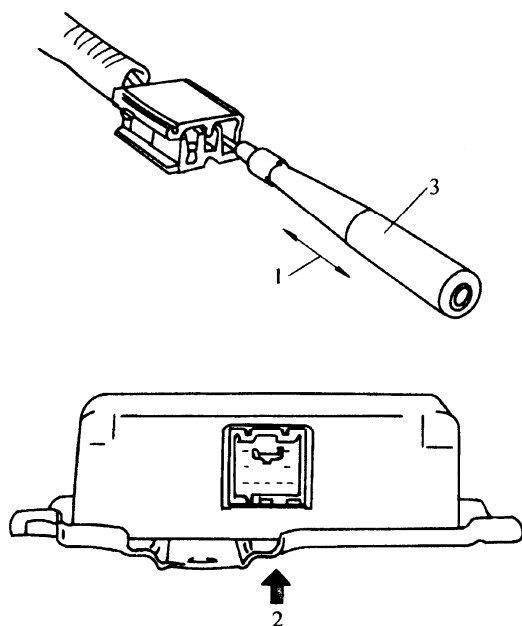

图 10-8 检查接线柱
(1) 连接器两部分配合不良或接线柱未完全位于连接器本体中。检查连接器或接线柱的接触情况。
(2) 接线柱脏或被腐蚀。清理接线柱，但禁止使用砂纸或类似物品。
(3) 连接器本体损坏，接线柱暴露在潮湿且脏的环境中或因接线柱与配合连接器或部件间的位置不对。检查连接器及接线柱，若损坏，则更换。若位置不正确，应调整。
(4) 接线柱不对或被损坏。利用连接器检查适配器工具箱中与之对应的接头，仔细检查故障电路中每个连接器的接线柱见图 10-8，以确保有足够的接触压力。若接触不紧，应调整接线柱以增加接触压力或更换。